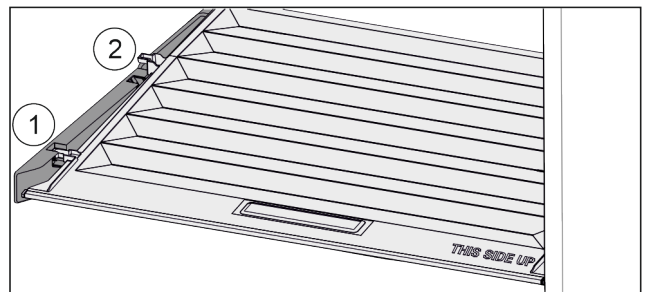

Fig. 51
- ▶ Trageți capacul în față Fig. 51 (1) până la orificiul din piesele suportului.
- ▶ Ridicați în spate de jos și scoateți Fig. 51 (2) în sus.